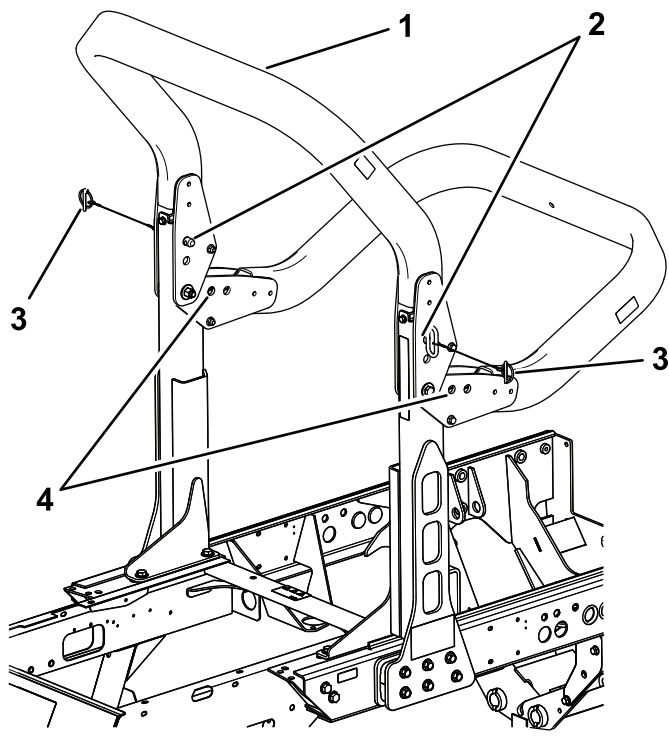

Рисунок 40
2. Поддерживайте верхнюю раму защитной дуги, когда снимаете шплинты и шплинтуемые штифты с кронштейнов осей поворота (Рисунок 40).